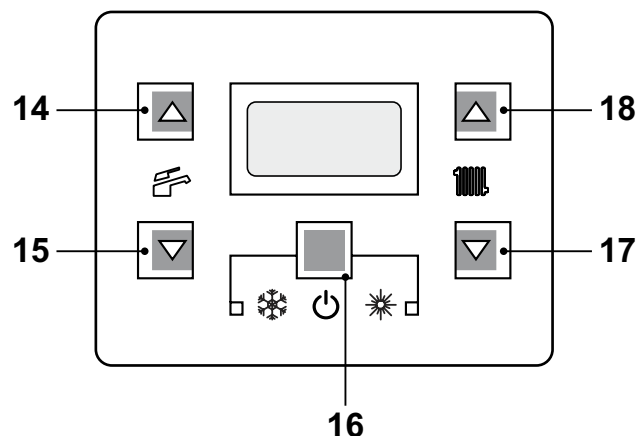
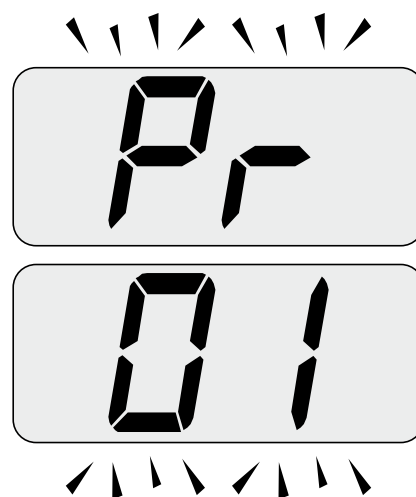
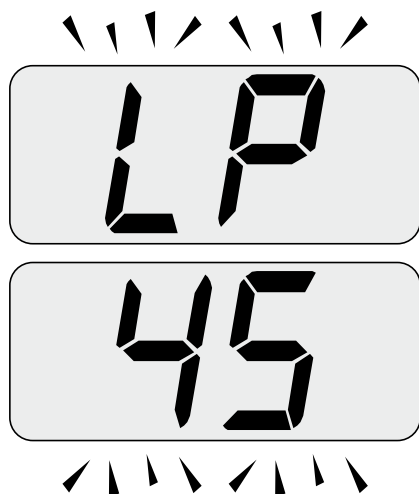
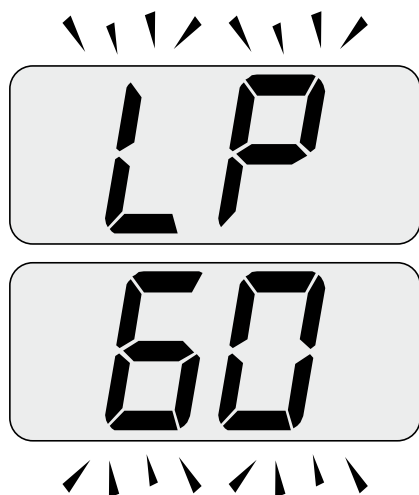

Figura 7.2
Figura 7.3
Figura 7.4
Figura 7.7
- Entrare in "modalità programmazione" premendo contemporaneamente per 10 secondi i tasti 16 - 17 - 18 (Figura 7.2) fino a far apparire sul display LCD le lettere **Pr** che si alternano con il codice **01**, indicanti l'entrata nel "parametro 01"(Figura 7.3) .
- Premere contemporaneamente i tasti 17 e 18 (Figura 7.2) fino a far apparire sul display LCD le lettere **LP** che si alternano con il valore di temperatura dell'acqua di riscaldamento (es. **45**), indicanti l'entrata nell'attivazione della "funzione spazzacamino" alla potenza minima (Figura 7.4).
- Premere il tasto 17 (Figura 7.2) fino a far apparire sul display LCD le lettere **LP** che si alternano con il valore di temperatura dell'acqua di riscaldamento (es.60), indicati l'entrata nell'attivazione della "funzione spazzacamino" alla potenza minima in sanitario (Figura 7.7).
2 secondi il tasto 16 (Figura 7.2)fino a far apparire sul display LCD il simbolo  (Figura 7.8).